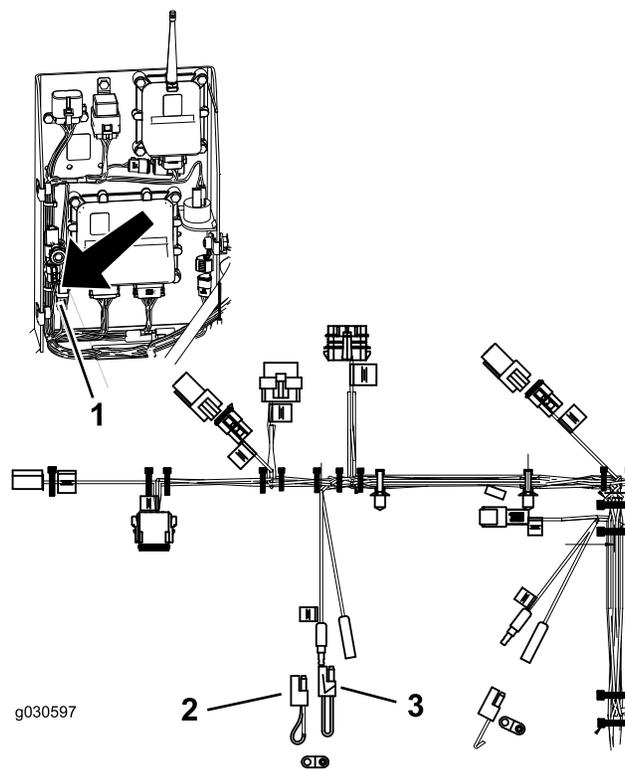

Рисунок 31
2. Отсоедините двухпроводные разъемы от гибкого соединителя, показанного на Рисунок 31.